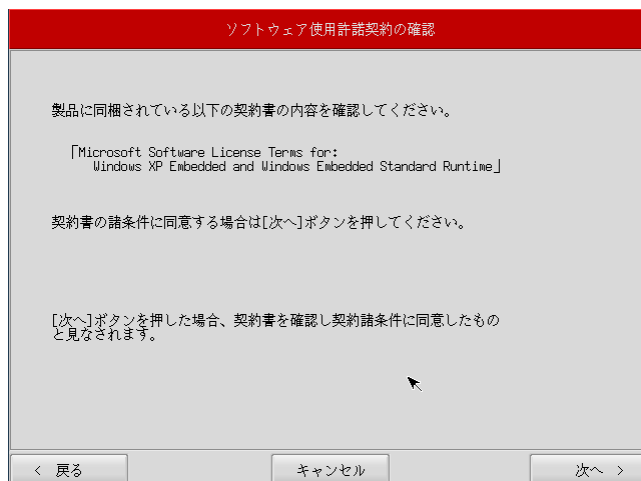

図 6-2-2. ソフトウェア使用許諾契約確認画面
- ⑥ ソフトウェア使用許諾契約確認画面（図 6-2-2）が表示されます。使用許諾契約を確認し、使用許諾契約の諸条件に同意できる場合は[次へ]ボタンを押します。